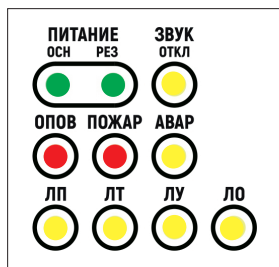
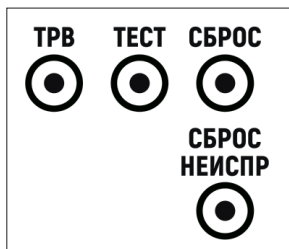

Рис. 4. Индикаторы состояния системы
Рис. 5. Органы управления
- 2) оптические индикаторы (рис. 4) и органы управления (кнопки) (рис. 5);
3.1.1. Индикаторы состояния системы на передней панели изделия (рис. 4)
3.1.2. Органы управления на передней панели изделия (рис. 5)
Сброс оповещения осуществляется нажатием кнопки «**СБРОС**», расположенной на корпусе изделия (рис. 5).